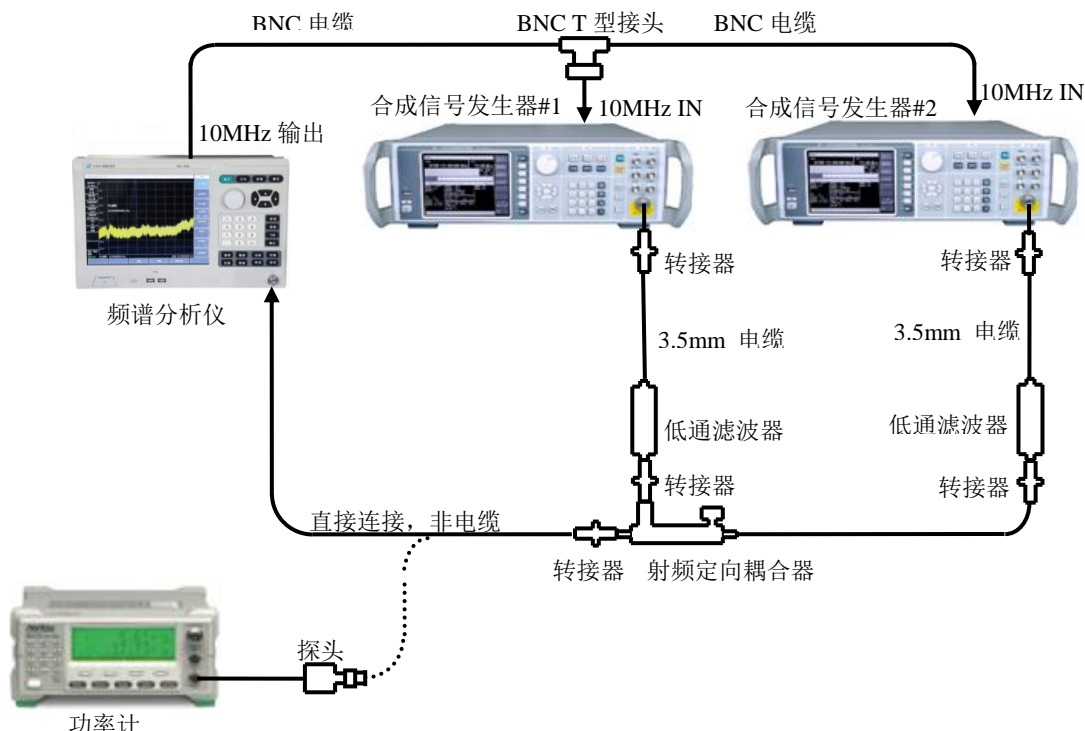

图11-10 三阶交调失真测试设置 (50MHz~4GHz)
- 1) 如图 11-10 连接仪器，图中选择射频定向耦合器，根据测试频点选择合适的低通滤波器和转接器，不把定向耦合器接到频谱分析仪上。